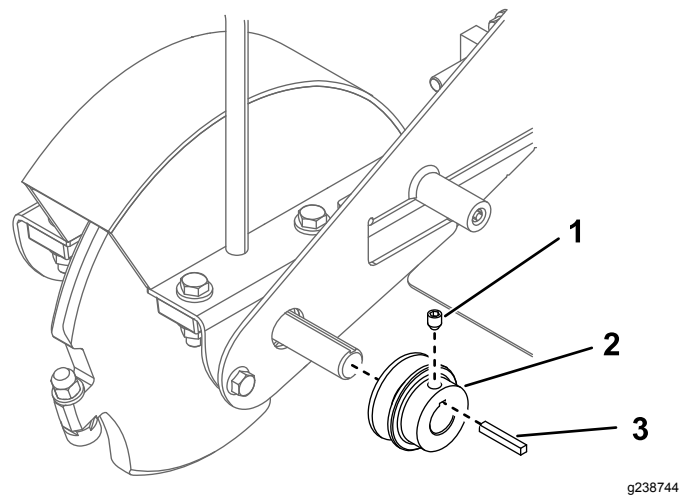

Figure 4
6. Déposez la poulie avant (Figure 4).